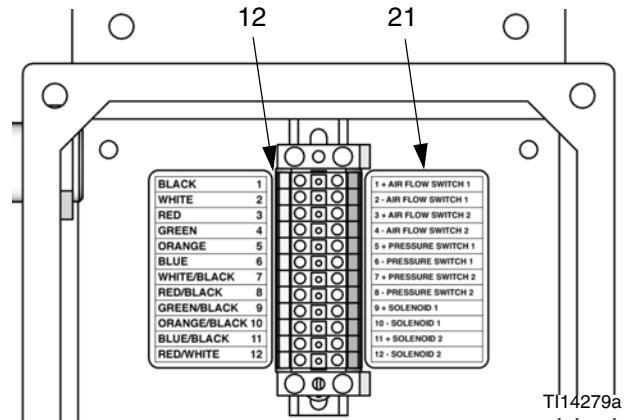

FIG. 4. Luftstromschalter mit der Klemmleiste verbinden
2. Die Drähte vom AFS Nr. 1 auf der rechten Seite der Klemmleiste (12) Stifte 1 (+) und 2 (-) anbringen, wie auf dem Etikett (21) aufgezeigt. Siehe FIG. 4 und Tabelle 1.
3. Wenn Sie einen zweiten Pistolenspülkasten-Einbausatz verwenden, bringen Sie die Drähte vom AFS Nr.2 auf der rechten Seite der Klemmleiste (12) Stifte 3 (+) und 4 (-) an, wie auf dem Etikett (21) aufgezeigt. Siehe FIG. 4 und Tabelle 1.